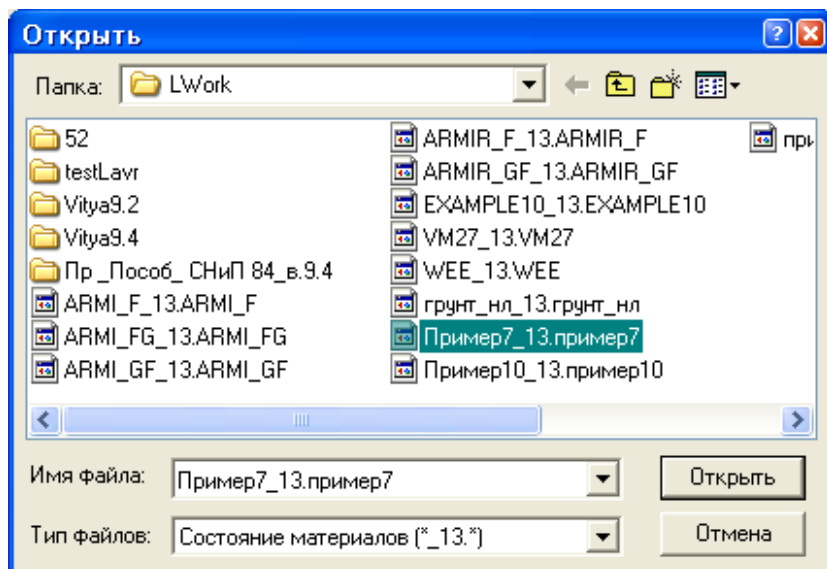

Рис.7.28. Диалоговое окно Открыть
- В диалоговом окне **Открыть** (рис.7.28) в раскрывающемся списке выберите тип файлов **Состояние материалов (*_13.*)**.
- В диалоговом окне **Открыть** (рис.7.28) в раскрывающемся списке выберите тип файлов **Перемещения по шагам (*.35.*)**.
- В диалоговом окне **Открыть** (рис.7.28) в раскрывающемся списке выберите тип файлов **Усилия (напр.) по шагам (*_36.*)**.